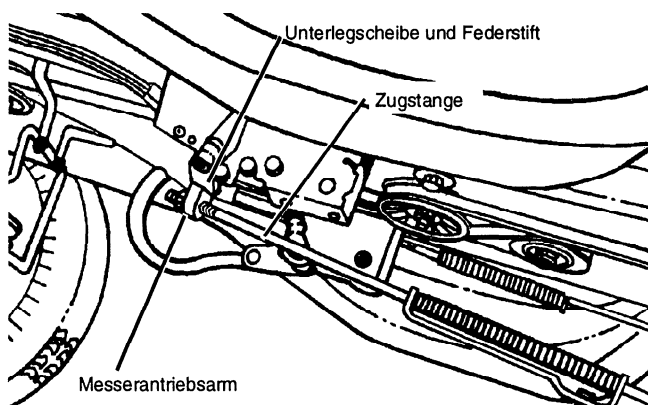

ABBILDUNG 49
- Federstift und Unterlegscheibe entfernen, die die Zugstange mit dem Messerantriebsarm verbindet (siehe Abbildung 49 und 50).